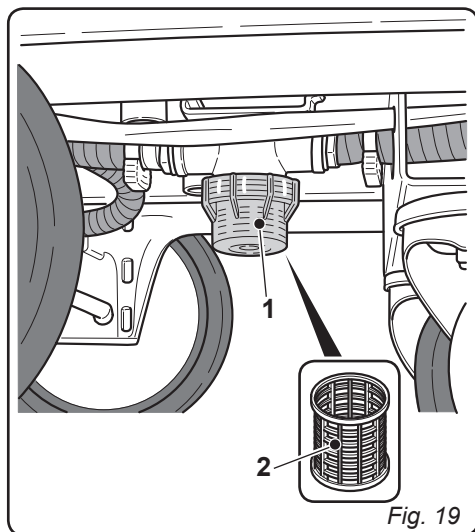

Fig. 19
10.1.d - Pulizia filtro acqua pulita (Fig. 19)
- Svitare il coperchio trasparente (1) del filtro e rimuovere il filtro (2).
- Pulire il filtro (2) in acqua corrente.